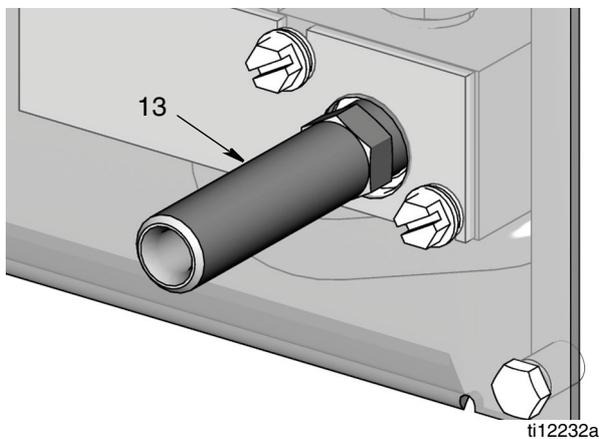

FIG. 19
9. Installare l'adattatore nipplo (13) sul collettore (14) attraverso il grande foro sul pannello frontale (107) (FIG. 19).